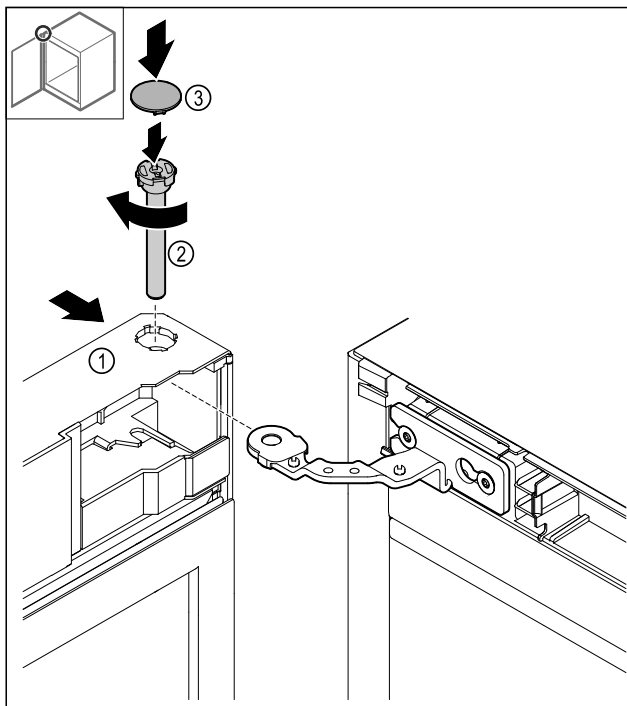

Fig. 48
- Užstumkite duris Fig. 48 (1) iš viršaus ant lanksto.
- Įkiškite kaištį Fig. 48 (2) ir prisukite pagal laikrodžio rodyklę.
- Uždėkite dengiamąją plokštelę Fig. 48 (4).